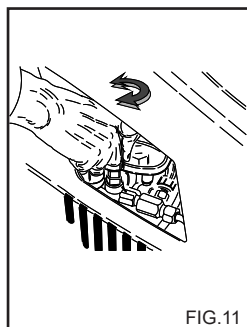

FIG. 11
Dette kapittelet omfatter kun modeller som er utstyrt med innretningen "Trykkregulator". Trykkregulatoren, fig. 11, gjør det mulig å regulere arbeidstrykket. Ved å dreie bryteren C mot klokka (B) (minimum) oppnår du en reduksjon i driftstrykket.